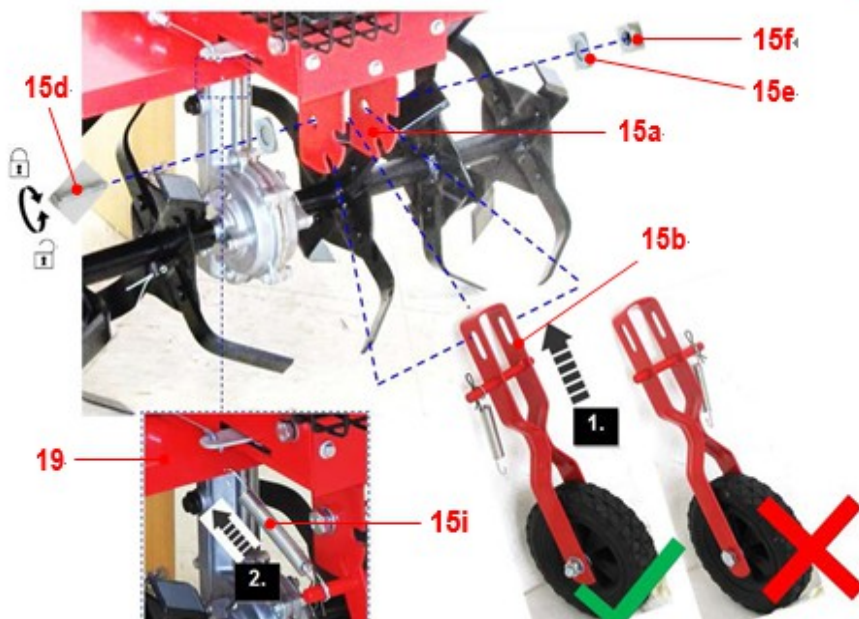

Fig.5
2. Alignez le support (15b) avec l'équerre (15a) et assemblez l'assemblage des roues à l'intérieur. Sécurisez les connexions avec les boulons (15d), la rondelle (15e) et l'écrou (15f) en utilisant l'outil multifonctionnel et la clé d'assemblage. (Fig.5, étape 1).
3. Accrochez le bras compensé (15i) à l'intérieur de la protection fixé(18). (Fig.5, étape 2). Assurez-vous que la barre (15g) se ferme d'un coup sec dans l'une des deux positions sur l'équerre. (15a)